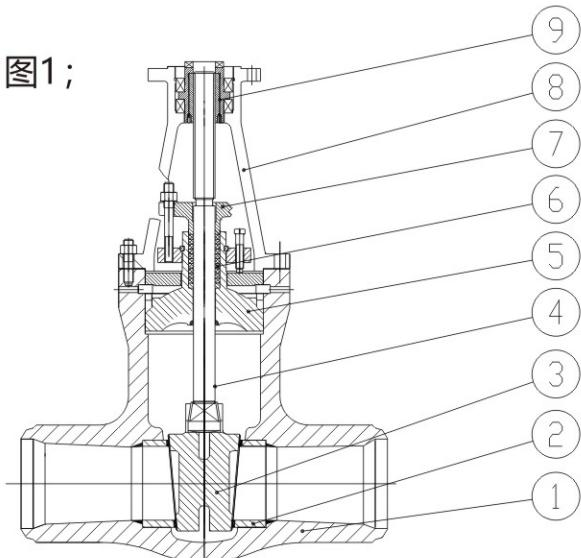

图1
- ★ 1、弹性楔式单闸板闸阀Z(5/9)60Y型，如图1；